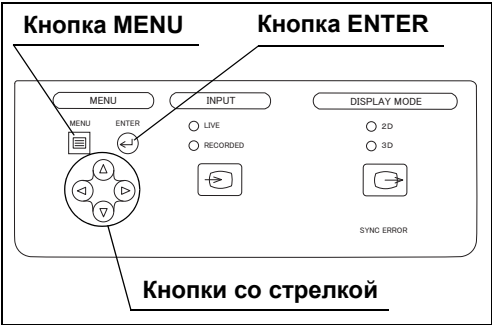
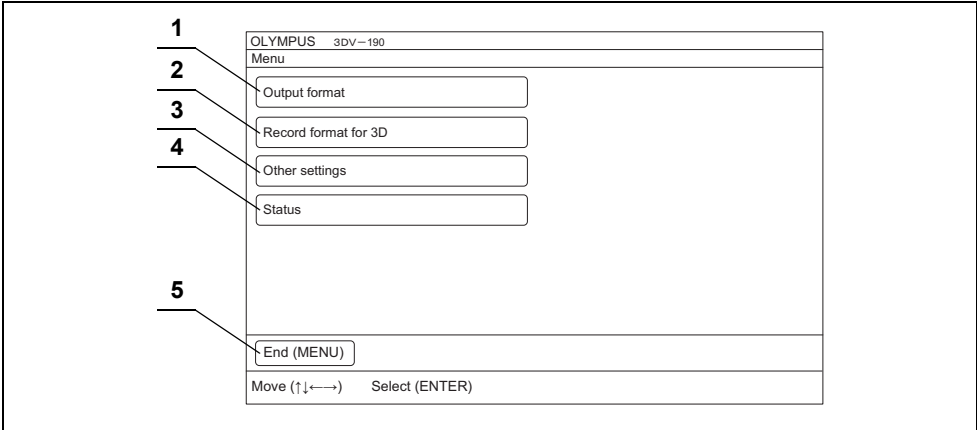

Рисунок 4.1
Рисунок 4.2
- 1 Нажмите клавишу «Menu» на передней панели (см. рис. 4.1): на мониторе появится экран «Menu» (см. рис. 4.2).